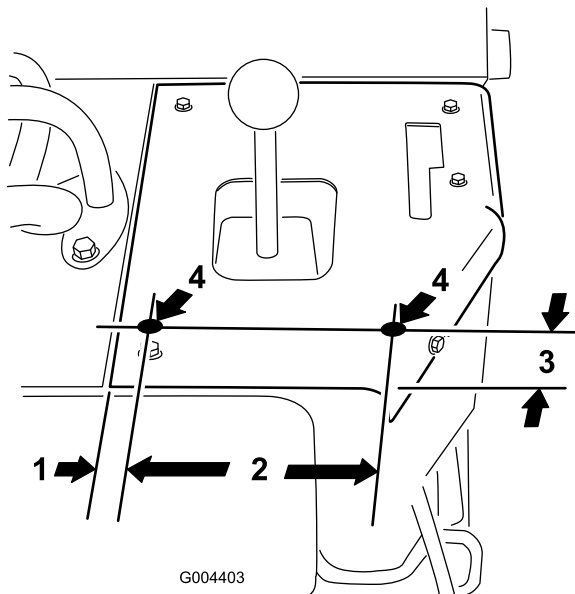

Figura 8
- Localice y perfore 2 taladros ($\frac{3}{8}$ " de diámetro) en el panel de control, debajo de la palanca del brazo de carga (Figura 8).